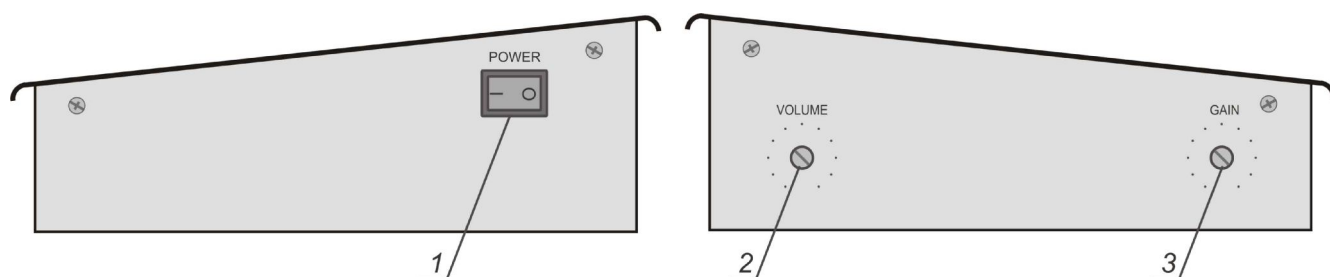

Рисунок 3
9.3 Размещение органов управления на боковых панелях пульта диспетчера приведены на рис. 3.